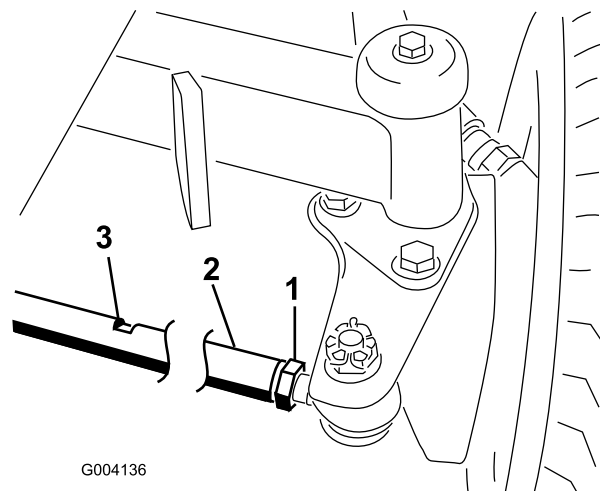

図 65
2. 各タイロッド 図 65の端についているジャムナットをゆるめる。